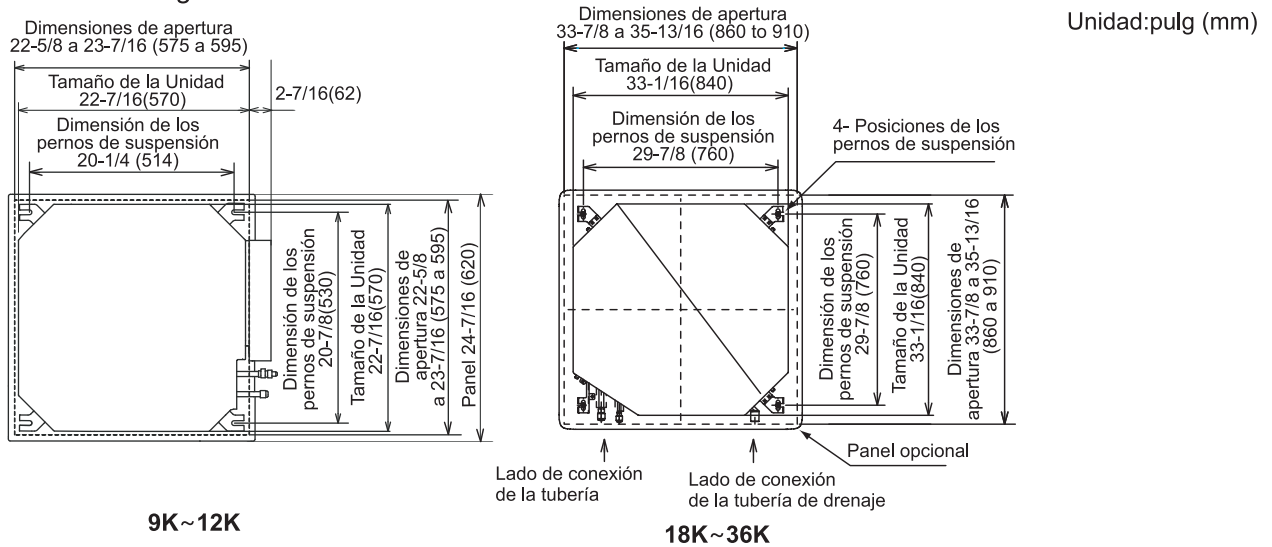

Fig. 3.3 A apertura del falso techo y pernos de suspensión
- (2) Corte el área para la unidad interior en el techo falso e instale los pernos de suspensión, como se muestra en la Fig. 3.3.